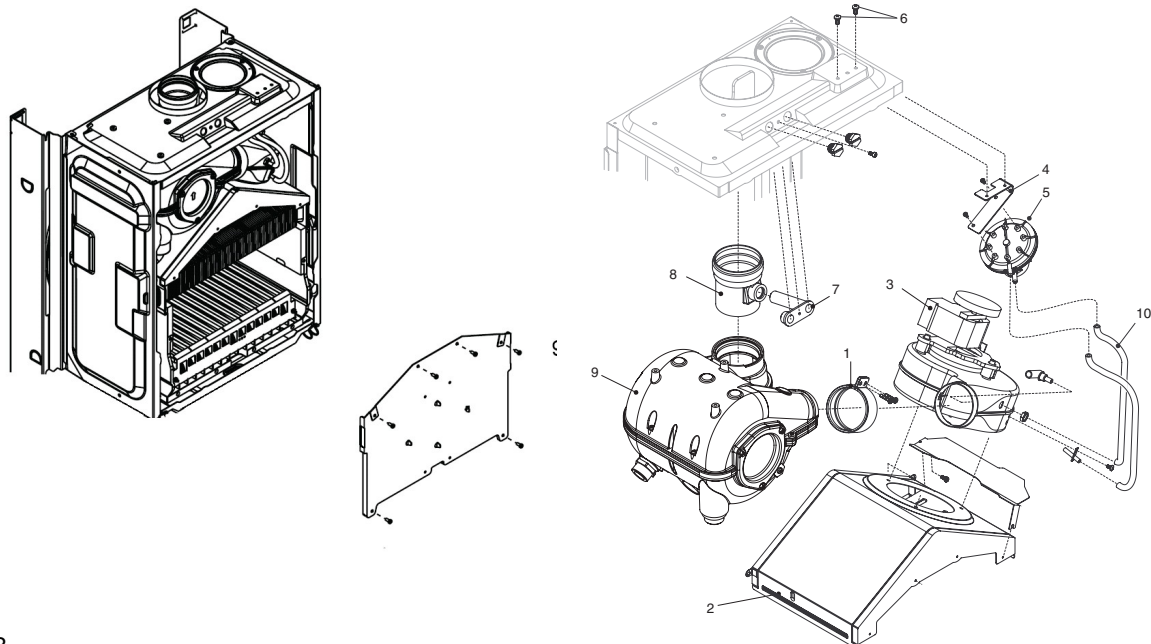

Fig. 23
**6.16 FLUE FAN fig. 23**
#### 6.17 MAIN HEAT EXCHANGER fig. 23/24
#### 6.18 AIR PRESSURE SWITCH fig. 23